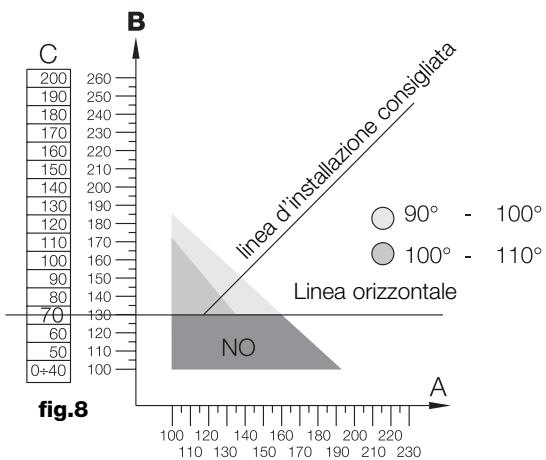

fig.8
- 1.2 Individuare nel grafico il valore di C e tracciare una linea orizzontale (**fig.8**).